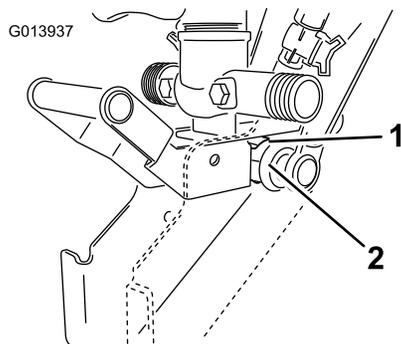

Figure 19
- D. Poussez jusqu'à ce que le collier s'enclenche sur le logement de pivot, comme illustré à la Figure 19.